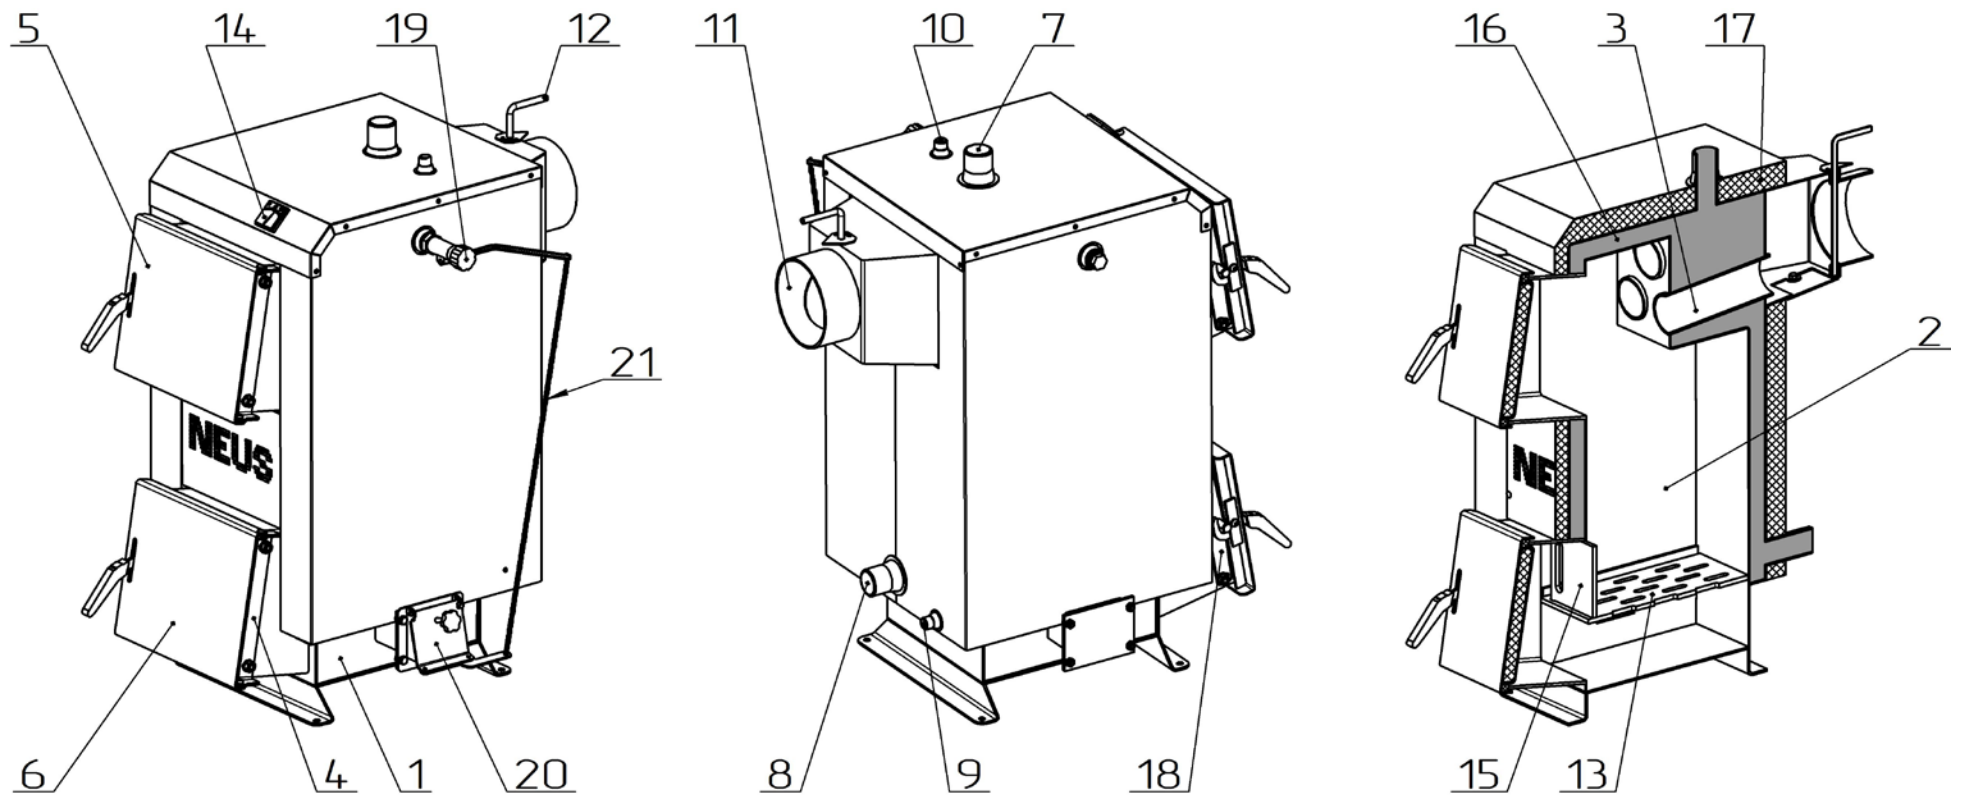

Рисунок 2 – Основні елементи котла Неус-Економ
Конструктивно котел являє собою збірно-зварену конструкцію, що складається з корпусу (поз. 1, рис. 2) з камерою згоряння (топкою) (поз. 2, рис. 2). Конвекційна частина котла складається з трубного теплообмінника (поз. 3, рис. 2), який розташований безпосередньо над топкою.
Корпус котла виконаний в формі паралелепіпеду з подвійними стінками, які розділені водними перегородками (поз. 16, рис. 2). На зовнішній поверхні корпусу під декоративною обшивкою закріплена теплова ізоляція. (поз. 17, рис. 2).
Паливо для процесу спалення завантажується на колосникові ґрати (поз. 13, рис. 2) крізь завантажувальні дверцята (поз. 5, рис. 2). Згоряння палива в топці відбувається за участю повітря, яке постачається крізь вікно клапана подачі повітря (поз. 20, рис. 2), що закривається кришкою під колосникові ґрати. Кількість повітря, необхідного для процесу згоряння, регулюється механічним регулятором тяги (поз. 19, рис. 2), який шляхом натягу або послаблення ланцюга (поз. 21, рис. 2) керує положенням кришки клапана. **Регулятор тяги не входить до комплекту поставки котла.** Клапан подачі повітря та регулятор тяги можуть бути встановлені як на правій бічній стінці котла (див. рис. 2), так і на лівій.
Підведення і відведення теплоносія здійснюється відповідно через патрубки зворотної мережної води (поз. 8, рис. 2) і прямої мережної води (поз. 7, рис. 2).
Топочні гази виходять у димохід крізь боров (поз. 11, рис. 2), розташований у задній частині котла. Боров обладнано вбудованим дросельним клапаном продуктів згоряння – шибером (поз. 12, рис. 2). У випадку надто високої тяги у димоході шибер дає можливість її знизити шляхом часткового перекривання вихідного отвору борова. На рисунку 2 шибер зображено в положенні «повністю відкрито». Для того, щоб повністю перекрити боров, шибер необхідно повернути на 90°.
У верхній частині корпусу котла розташований штуцер для встановлення запобіжного клапана котла (поз. 10, рис. 2).
На задній стінці корпусу у нижній її частині розміщено штуцер для зливу води з котла (поз. 9, рис. 2).
Ревізійний дверцята (поз. 6, рис. 2), що розташовані на передній стінці котла, необхідні для періодичного чищення колосникових ґрат, а також для можливості спорожнення підколосникової зони.
Конструкцією котла передбачена можливість зміни сторони відкривання дверцят. Для того, щоб змінити положення осі відкривання дверцят з правої (відкриваються зліва направо, як зображено на рис. 2) на ліву, необхідно відкрутити дві гайки, що тримають кронштейн поз. 4 (рис. 2), зняти дверцята з кронштейном, відкрутити гвинт, що тримає пластикову ручку дверцят, розвернути ручку на 180°, та встановити її на місце, прикрутивши гвинт. Після чого відкрутити дві гайки що тримають кронштейн поз. 18 (рис. 2). Розвернувши дверцята на 180°, закріпити їх кронштейн на тому місці, де було встановлено кронштейн пальця (поз. 18, рис. 2), який, в свою чергу, закріпити на місці, де було встановлено кронштейн дверцят (поз. 4, рис. 2).
Боров котла обладнано вбудованим дросельним клапаном продуктів згоряння – шибером (поз. 12, рис. 2), за допомогою якого можна регулювати величину тяги в димоході.
Приєднання котла до опалювальної системи необхідно здійснювати за допомогою муфт або фланців. Трубопровід прямої мережної води потрібно приєднати до патрубку прямої мережної води (поз. 7, рис. 2). Трубопровід зворотної мережної води потрібно приєднати до патрубку зворотної мережної води (поз. 8, рис. 2).
Регулятор тяги (поз. 19, рис. 2) необхідно приєднати до одного з двох рівноцінних патрубків з внутрішньою різьбою, які знаходяться на правій та лівій бічних стінках котла у верхній їх частині (див. рис. 2). Різьбове з'єднання при цьому потрібно ущільнити. Патрубок без регулятора необхідно заглушити. Регулятор повернути таким чином, щоб наконечник для закріплення шестигранного важеля (з комплекту регулятора) був направлений донизу.
На місце пластикової захисної трубки необхідно вставити шестигранний важіль стороною без отвору. Для фіксації важеля необхідно затягнути гвинт. При цьому вільний кінець важеля повинен знаходитися над отвором у кришці клапана подачі повітря поз. 20 (рис. 2), а його плече повинно бути якнайближче до горизонтального положення.
Заповнення котла та всієї системи опалення водою повинно відбуватися через штуцер зливу води з котла (поз. 9, рис. 2). Заповнення необхідно робити повільно, щоб забезпечити усунення повітря з системи.
9.1.1 Провести завантаження палива в топку котла. Для цього відкрити завантажувальні дверцята (поз. 5, рис. 2) та укласти на колосникові ґрати (поз. 13, рис. 2) шар палива до меж нижньої кромки завантажувальних дверцят. На укладений шар палива розмістити розпалювальний матеріал: папір, тріски, дрова (у переліченій послідовності).
9.1.3 Кнопкою на регуляторі тяги (поз. 19, рис. 2) встановити «60 °С». Відлік температури здійснювати по білій шкалі.
9.1.4 Коли температура теплоносія дійде до 60 °С, через декілька хвилин відкоригувати підвіску ланцюжка таким чином, щоб кришка клапана подачі повітря (поз. 20, рис. 2) залишалась відкритою на 1-2 мм.